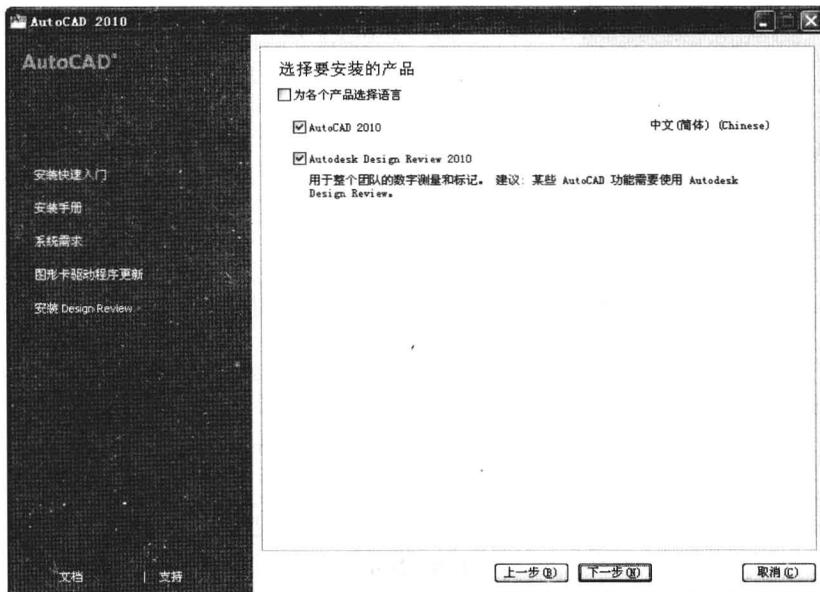

图 1-2-2
(2) 选中要安装的产品名称，单击“下一步”按钮，如图 1-2-2 所示。